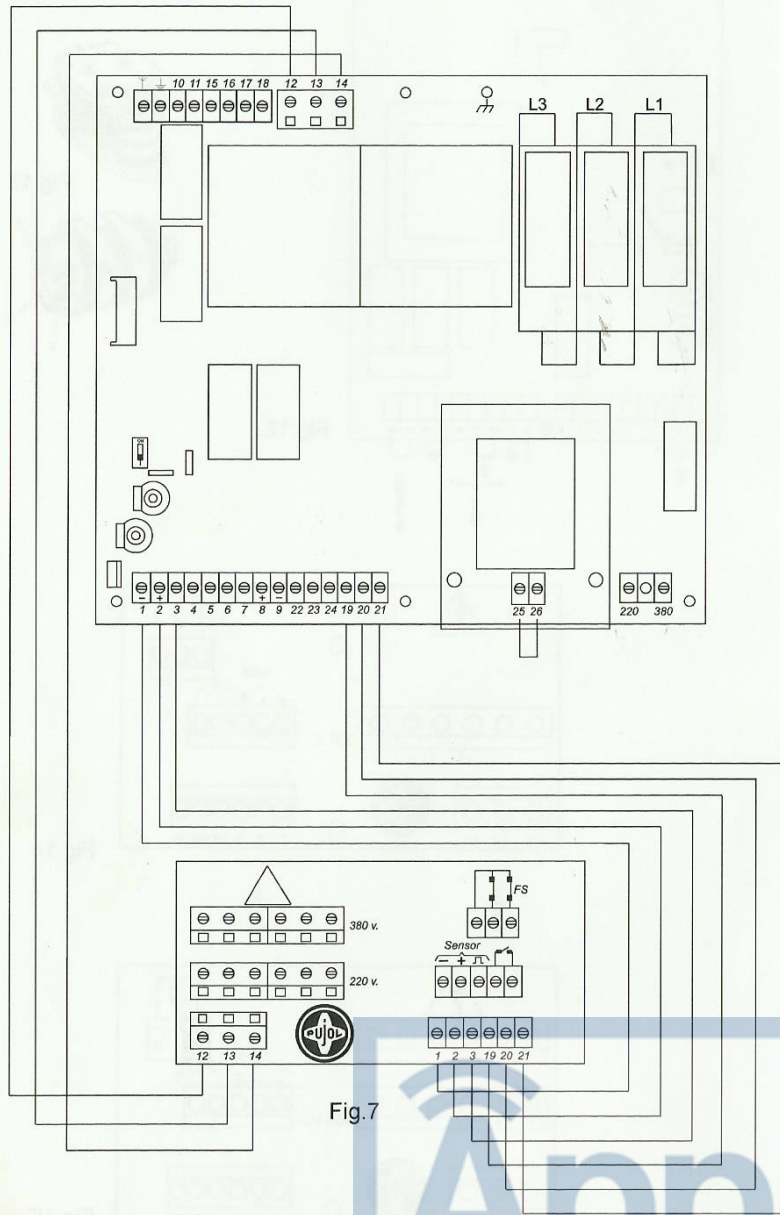

Fig. 7
Cuando la puerta encuentra un obstáculo mientras está cerrando, invierte la maniobra de forma automática y abre (configuración tipo A) o retrocede unos centímetros y se detiene (configuración tipo B). Si, por el contrario, la puerta efectuaba la maniobra de apertura, retrocede unos centímetros y se detiene. La fuerza que la puerta ejercerá sobre el obstáculo antes de actuar la seguridad, se ajusta mediante el potenciómetro (FUERZA) [Fig. 7 (6)].
El puente reseñado como (TIPO) [Fig. 7 (4)] permite optar entre dos configuraciones de maniobra.
Para seleccionar la actuación o no del temporizador de cierre automático de puerta, basta con cambiar de posición el puente que aparece como (Temporizador de puerta) [Fig. 7 (3)].
Una vez situado el puente en la posición (1)=SI, este temporizador regula el tiempo que permanecerá abierta la puerta antes de cerrarse automáticamente. Este tiempo empieza a contar a partir del momento en que la puerta está abierta. La regulación de este tiempo se realiza mediante el potenciómetro marcado como (PAUSA) [Fig. 7 (5)].
El equipo viene preparado para incorporar en la misma caja una tarjeta receptora para radio control, simplificando el cableado. Debe insertarse en el conector del receptor [Fig. 7 (1)].
a) CLIMBER II CON FINALES DE CARRERA Y EQUIPO ELECTRÓNICO INCORPORADO (Fig. 7)